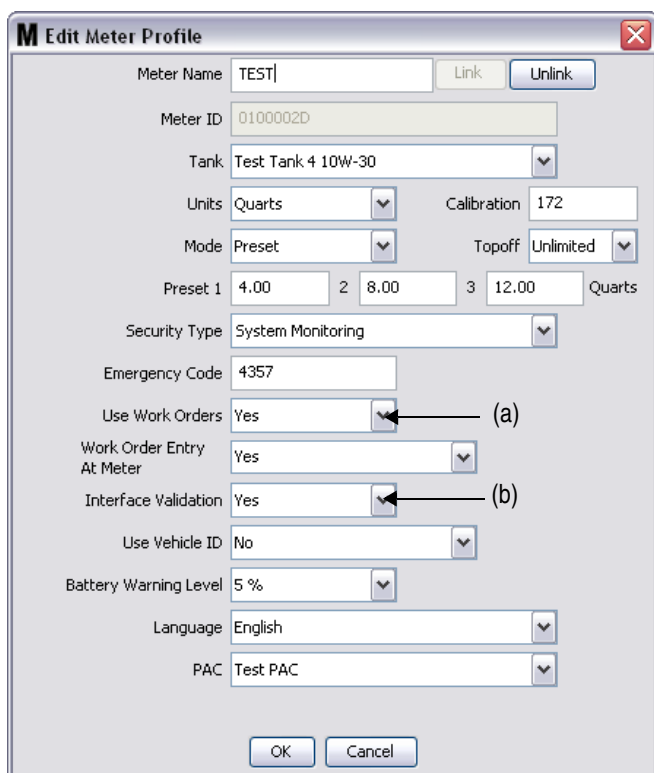

FIG. 165
Al hacer clic en el botón Modificar de un medidor, se muestra la pantalla Editar perfil de medidor para ese medidor (FIG. 165). Consulte la sección Medidores del manual de instrucciones de Matrix de Graco para obtener instrucciones completas para agregar un medidor y modificar la información existente del medidor.
Para que un medidor utilice la interfaz, debe estar configurado para utilizar solicitudes de trabajo, es decir, la opción *Usar solicitudes de trabajo* (A) configurada a "Si" (FIG. 165) y la interfaz de este medidor activada, es decir, la opción *Validación de interfaz*(b) configurada a "Si".